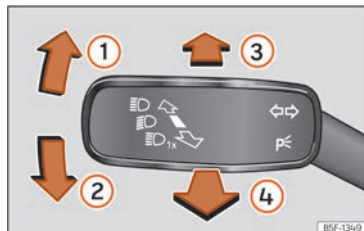

Fig. 103 Levier des clignotants et des feux de route.
• À partir de la position de base, appuyez en avant sur le levier des clignotants et de feux de route »» **fig. 103** .
• **OU** : avec les feux de route activés, tirez vers l'arrière le levier des clignotants et des feux de route »» **fig. 103** .